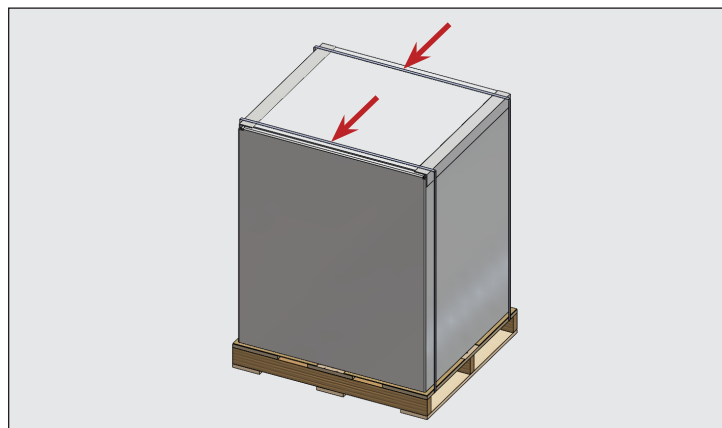

Fig. 1 Contenitore per il ghiaccio impachettato. Tagliare le cinghie indicate.
2. Tagliare le cinghie. Si veda la Fig. 1